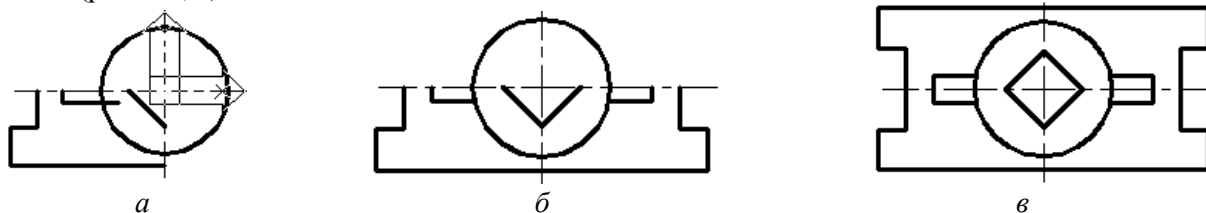

Рис. 4.2
6. Видаляють частину контуру, яка знаходиться усередині кола за допомогою команди **Обрезать** (Обрізати) (рис. 4.2, а).
7. Копіюють об'єкти, що побудовані за пп. 2, 4 і 5, використовуючи команду **Зеркало** (Дзеркало), відносно, наприклад, осі у напрямі Y (рис. 4.2, б).
8. Копіюють об'єкти, що побудовані за п. 7 за командою **Зеркало** (Дзеркало) відносно осі в напрямі X (рис. 4.2, в).